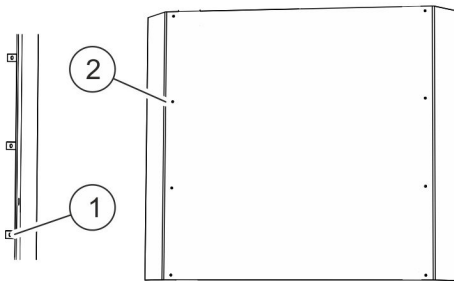

Abb. 35: Befestigungslaschen und Schutzabdeckung
3. ➤ Schutzabdeckung mit jeweils vier Flachkopfschrauben an den Befestigungslaschen (Abb. 35/1) der rechten und linken Gleitschiene anschrauben.